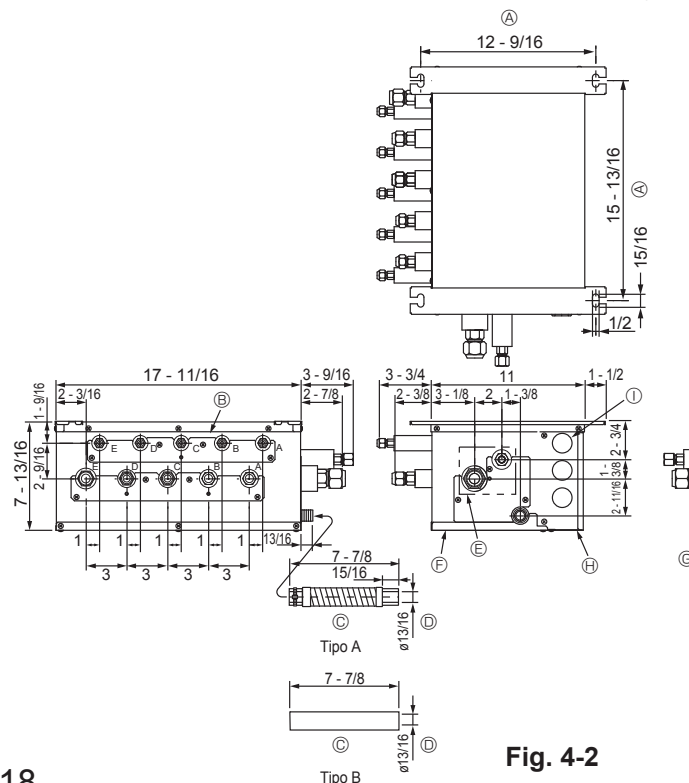

Fig. 4-2
■ PAC-AKA51BC (Fig.4-2)
- Instale los pernos de suspensión (adquiridos localmente) con la separación especificada (Fig. 4-2, 4-3).